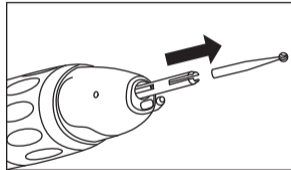

Abb. 7
2) Entfernen des Bohrers (Abb. 7)